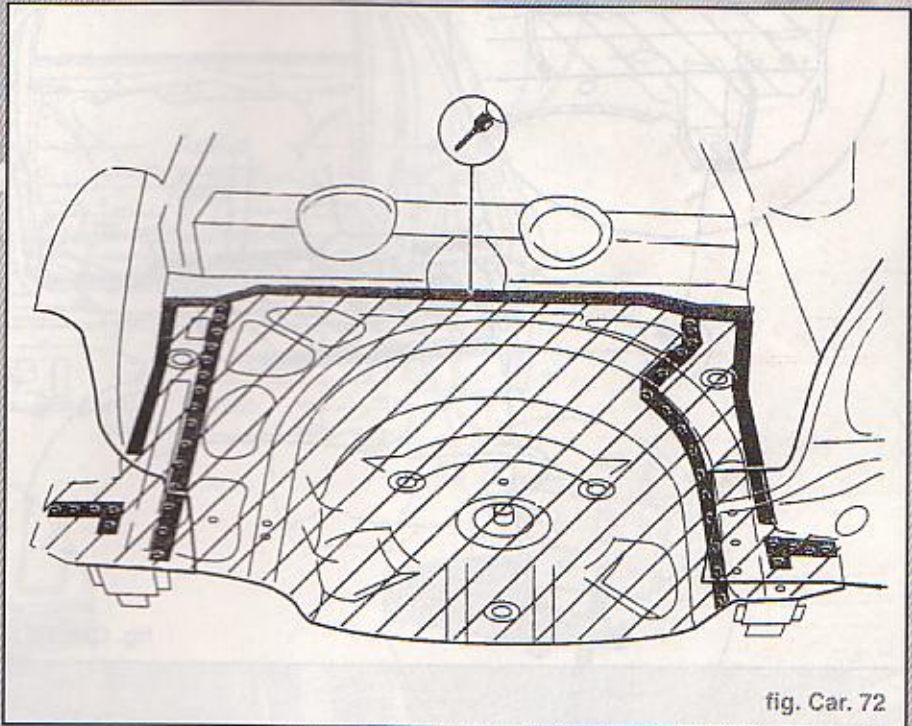

fig. Car. 72
- Zones de découpe (fig. Car. 72)